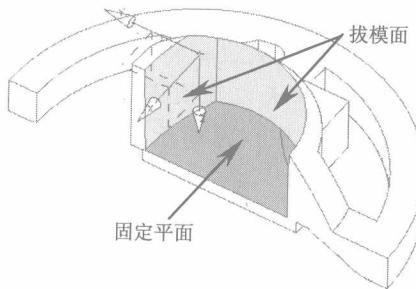

图1-23
- (1) 在菜单栏中选取【插入】/【细节特征】/【拔模】命令，弹出【草图】对话框。
- (2) 设置类型为【从平面】方式，参照图 1-23 所示，选择固定平面作为拔模的方向。
- (3) 参照图 1-23 所示，选取固定平面以及拔模面，设置拔模的角度为“1”，单击**确定**按钮创建拔模特征。